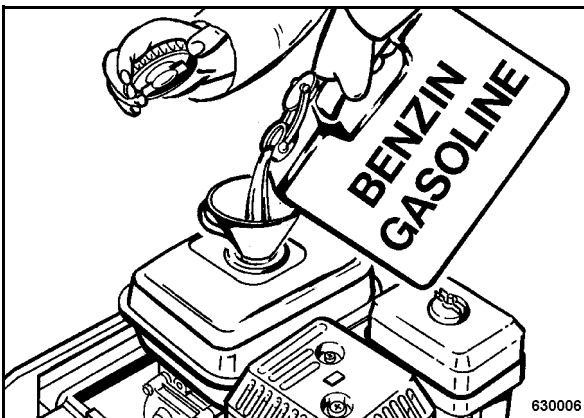

рис. 42
- Очистить окружающее пространство возле крышки наливной горловины, снять крышку наливной горловины (рис. 42).